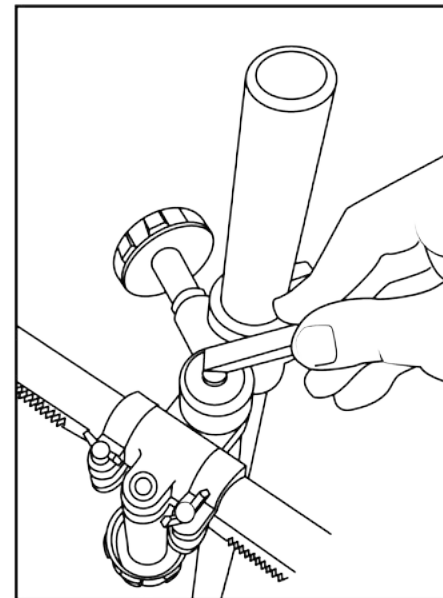

Рис. 8
10. Установите нужный угол поворота штанги. Для этого ослабьте крепление, покрутив рукоятку-стопор (Рис.8).